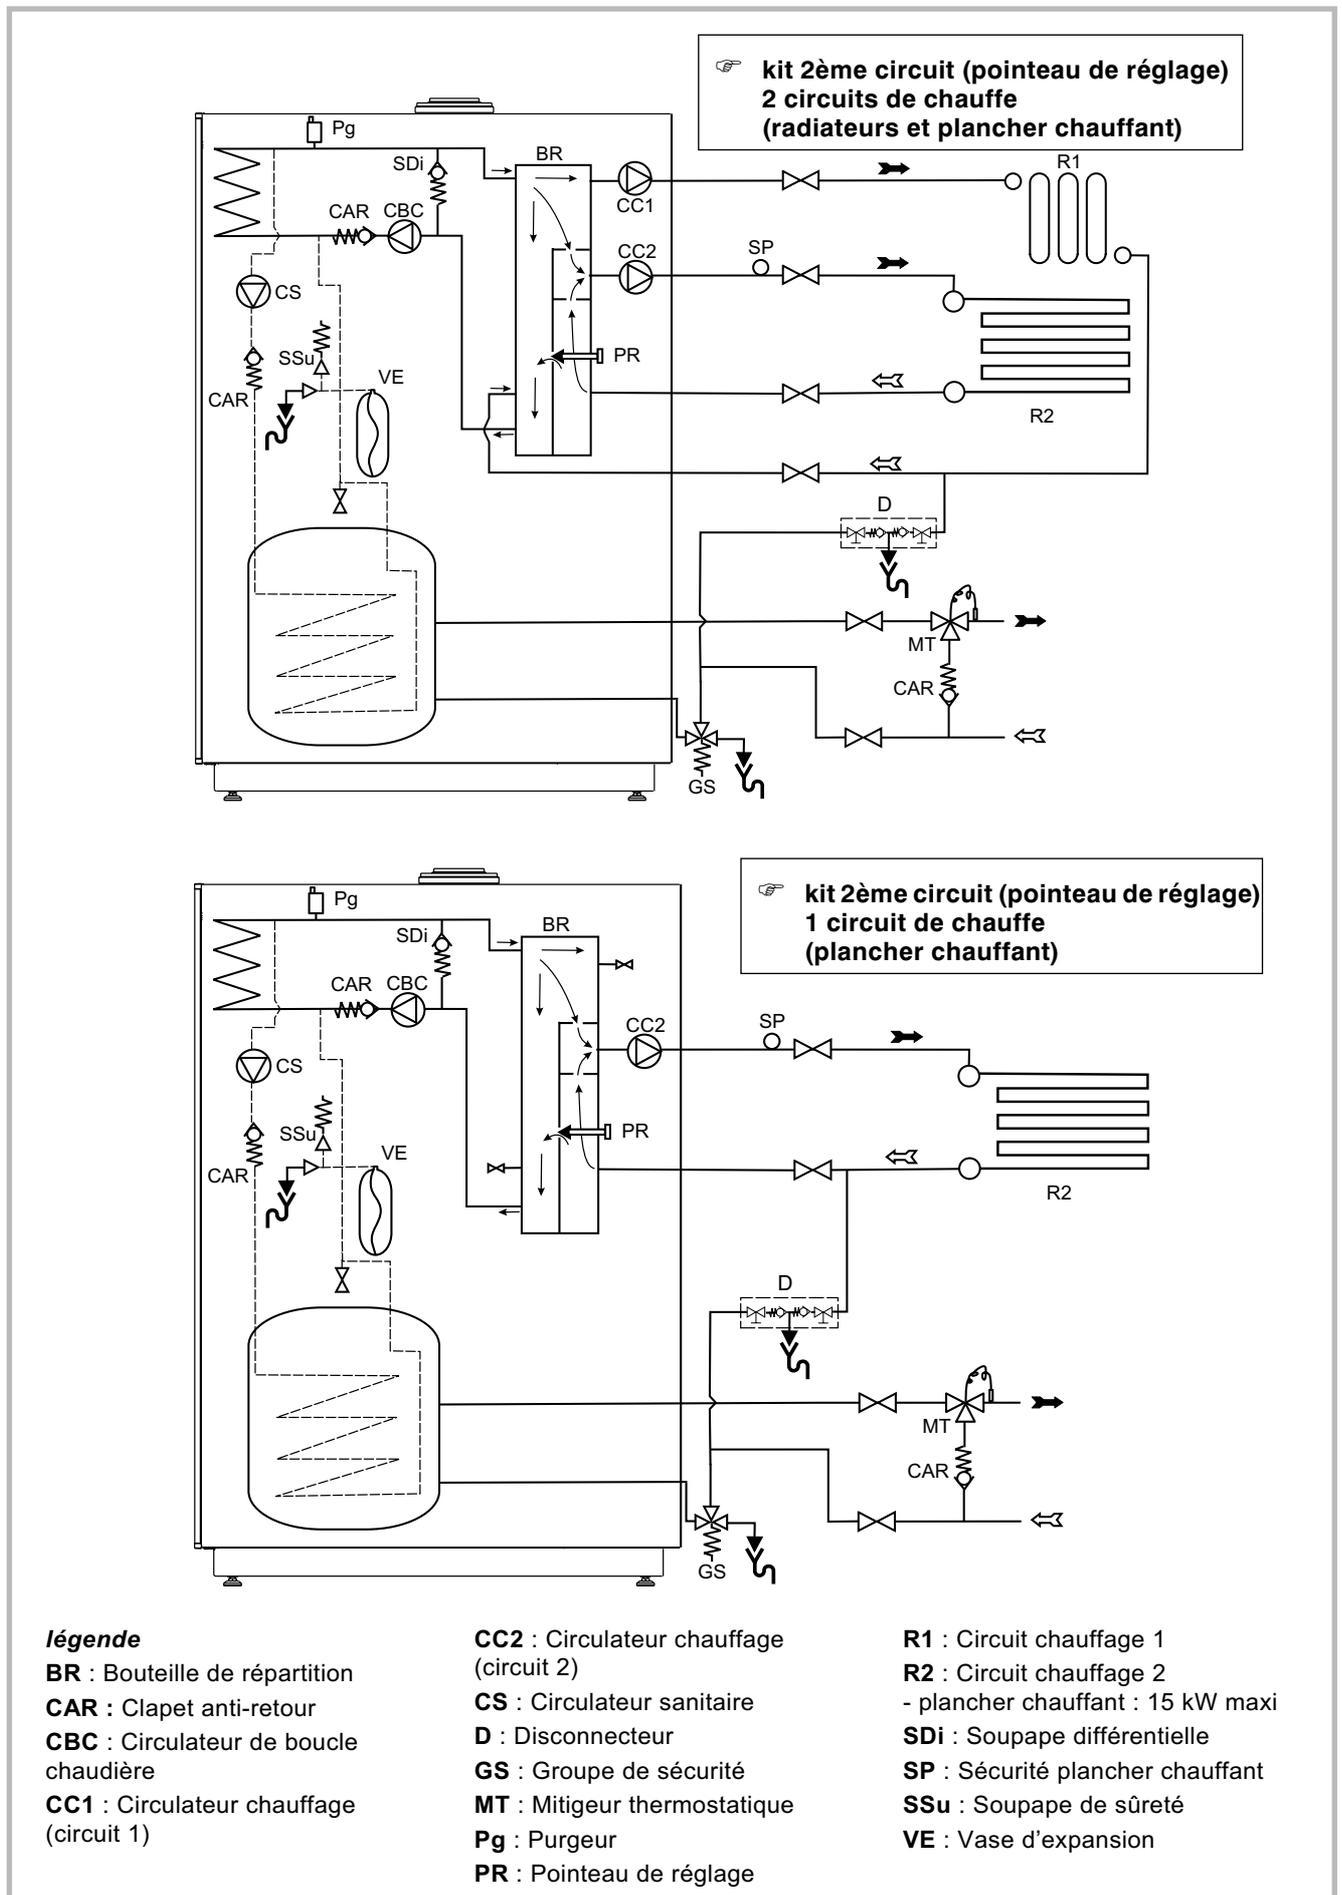

Figure 21 - Schéma hydraulique de principe
- Kit hydraulique 2ème circuit **Pointeau - RPS 24-34** (019119) (voir figure 21)